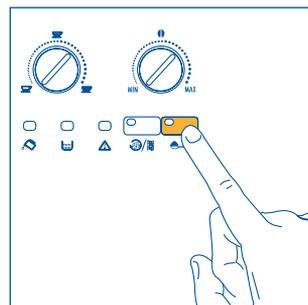

Рис. 18
1. Нажмите кнопку для использования молотого кофе  , рис. 18. Индикатор в кнопке загорится, указывая, что функция задана, а кофемолка отключена.